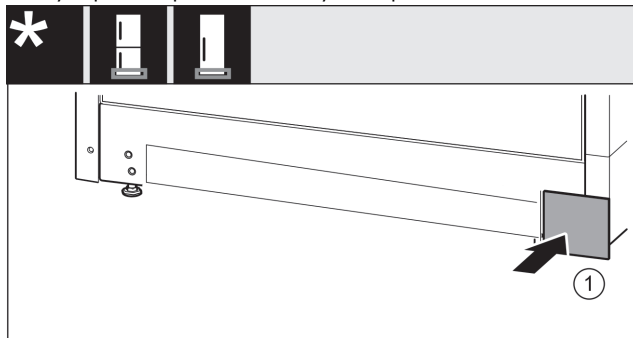

Fig. 18
- Знову вставте кришку Fig. 18 (1) з іншого боку.